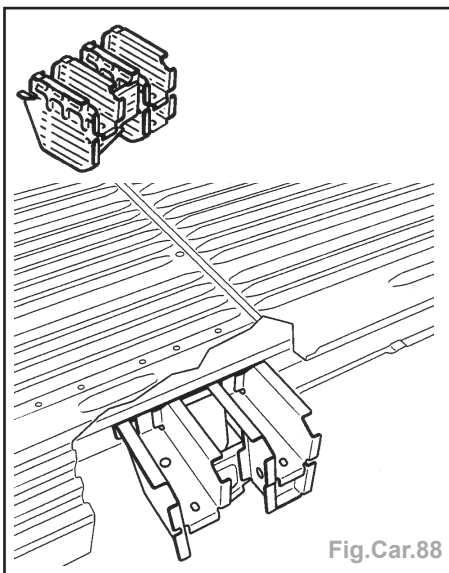

Fig.Car.88
- Pièce assemblée avec (Fig.Car.88) :